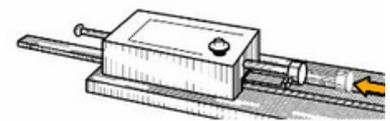

Fig.2
- Mientras presionas la cabeza LR, muévela hasta el punto del ajustador S y coloca la varilla de lanzamiento en su posición (ver Fig. 2).